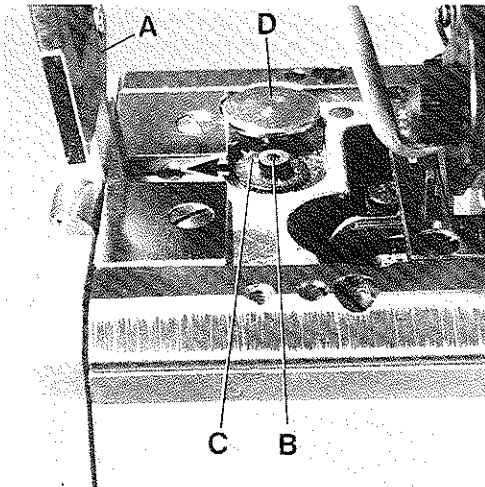

Fig.27
Before the machine leaves the factory, the stitch length change mechanism is locked. After folding up cover (A, Figs. 26 and 27) and loosening screw (B, Fig. 27) lever (C) can be swung in the direction of the arrow to the left to unlock the stitch length change mechanism. The required hexagon socket wrench is a component of the machine accessories.
Vor dem Versand der Maschine wird die Stichlängenverstellung blockiert. Schwenkt man den Deckel (A, Fig. 26 und 27) nach oben und löst die Schraube (B, Fig. 27), kann der Hebel (C) in Pfeilrichtung nach links geschwenkt werden und die Arretierung der Stichlängenverstellung ist aufgehoben. Der benötigte Sechskantschraubendreher ist im Zubehör der Maschine enthalten.